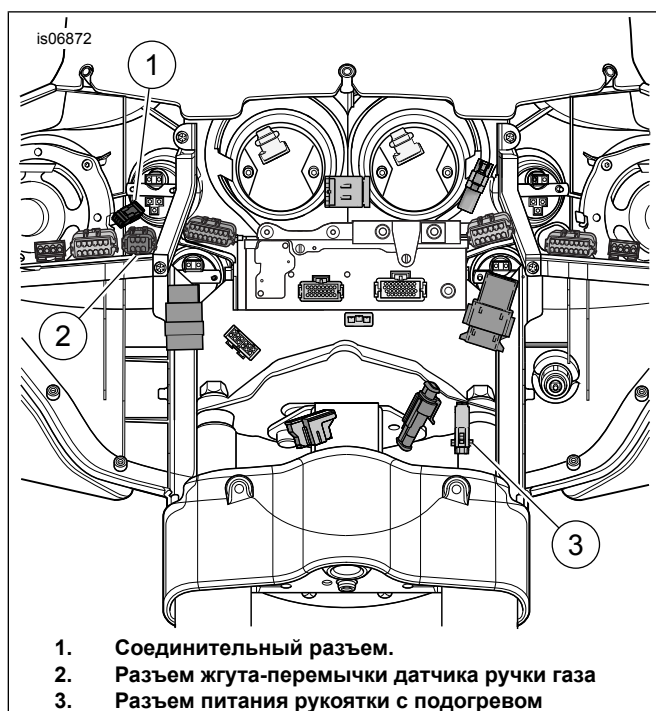

Рисунок 5. Проводка обтекателя (модели FLN)
См. Рисунок 5 . Разъем питания ручки газа (3) оборудован крышечкой, которую необходимо снять перед подключением к проводке транспортного средства.
2. См. Рисунок 5 . Подключите половину разъема питания от левой ручки к разъему питания ручки (3).
3. Подключите (1) к разъему левой ручки.
- с. Подключите разъем главного жгута TGS от жгута-перемычки к разъему (2).